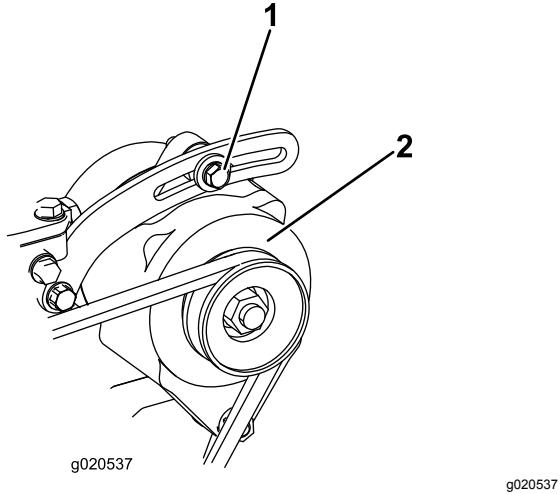

Bild 85
Prüfen Sie den Zustand und die Spannung des Riemens (**Bild 85**) alle 100 Betriebsstunden.
2. Lockern Sie bei einer Durchbiegung von mehr oder weniger als 10 mm die Befestigungsschrauben der Lichtmaschine (**Bild 85**). Erhöhen oder reduzieren Sie die Spannung des Lichtmaschinen-Treibriemens und ziehen Sie die Schrauben wieder fest. Prüfen Sie die Riemenspannung noch einmal auf korrekte Einstellung.